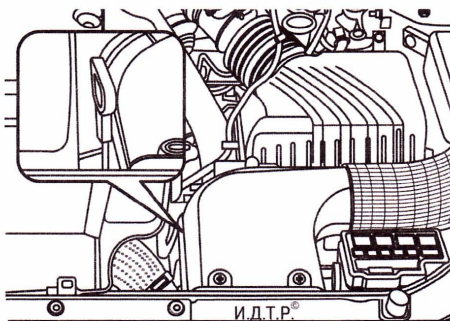

Рис. 4.2. Расположение в моторном отсеке указателя (щупа) уровня масла в автоматической коробке передач
3. Вновь установите рычаг селектора в положение «N» или «Р». Не останавливая двигатель, откройте капот и, соблюдая меры предосторожности, извлеките указатель (щуп) уровня масла (рис. 4.2).